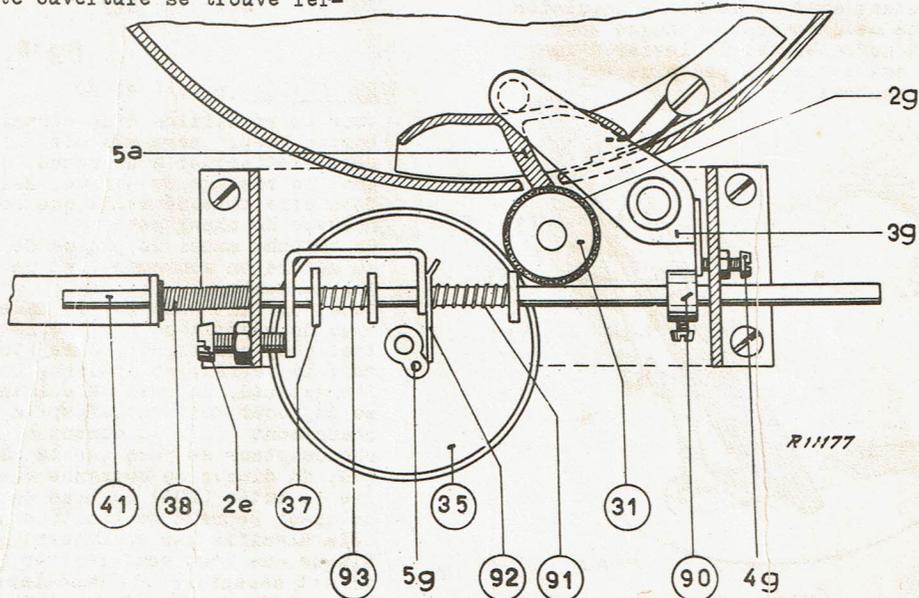

fig.11.
MECANISME DE PAUSE (fig.11 et 20)
MECANISME DE PAUSE (voir fig. 11 et 20)
Retirer la plaque de changement (6d) en défilant les deux vis épaulées (33). Retirer avec précaution, la tige palpeuse (6c) de la plaque porte-palier (10c) et défaire le ressort (36) du verrou (5d). Retirer ensuite les 4 vis de fixation du support de pause et les 2 vis qui fixent sur lui la traverse centrale (8d). Tourner le bouton de pause complètement dans le sens inverse des aiguilles d'une montre (pause maximum). Retirer alors l'ensemble en enfonçant l'axe de pause (4l) pour le sortir du levier de commande. On peut alors remplacer très simplement les diverses plaques et ressorts. (voir fig.11)